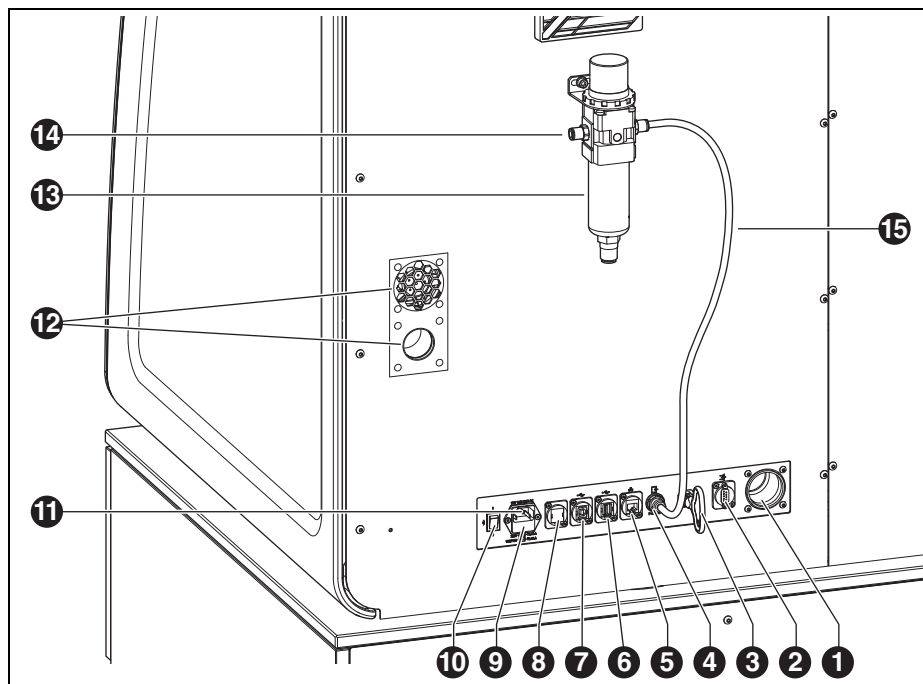
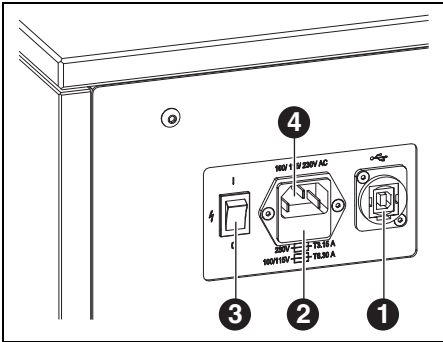

Bild 5 Übersicht Rückseite Frässystem
Bild 6 Übersicht Anschlüsse Ceramill Cleanstream
- ▷ An der Rückseite von Ceramill Matik und Ceramill Cleanstream: Schublade unterhalb des Netzsteckers herausziehen (siehe Bild 5 [9] und Bild 6 [2]).